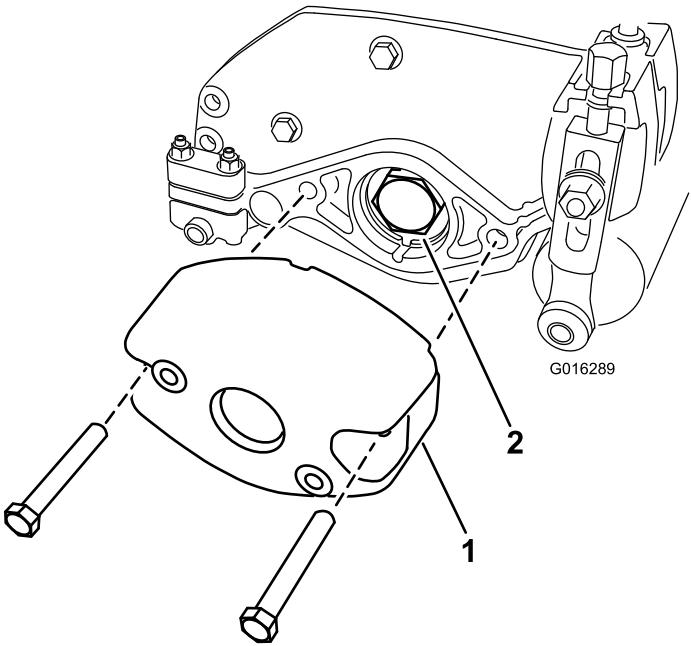

Figura 2
- Togliete i 2 bulloni e i dadi che fissano il contrappeso all'estremità destra dell'apparato di taglio. Rimuovete il contrappeso (Figura 2).
- Togliete il dado del cuscinetto dall'albero del cilindro (Figura 2).